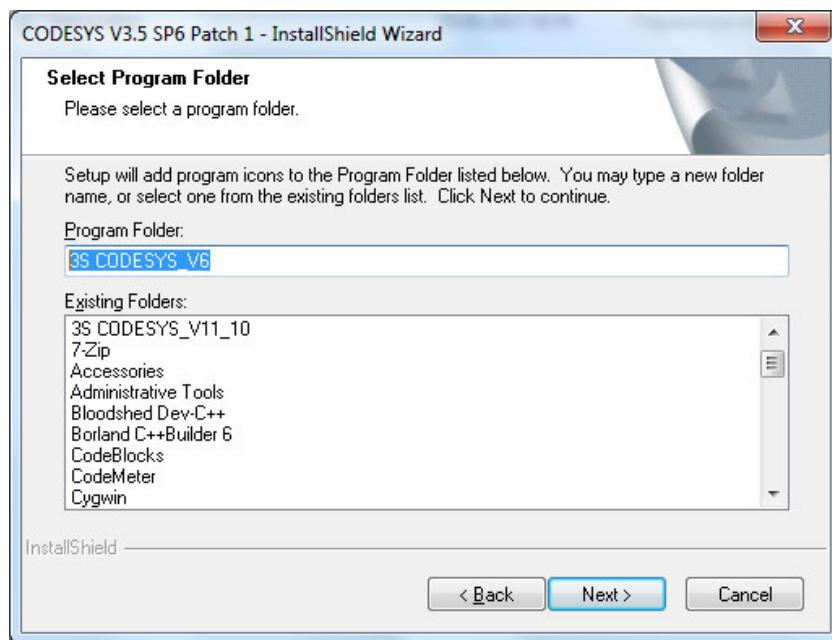

Рисунок 2.11 – Установка *CoDeSys*. Указание версии в имени папки
- 2 При установке необходимо в списке имен папок указать версию *CoDeSys* (рисунок 2.11).